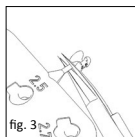

fig. 3
■ **fig. 3** Separatorul selectat pentru măsurare va fi tăiat cu ajutorul unei microfoarfeci (fig. 3) și transportat în urechea medie cu ajutorul unui aspirator sau a unui alt instrument microchirurgical.
■ 图 3 用微型剪刀剪下为测量而选择的测定器并借助一个吸盘或者其他微型外科手术器械将其放入中耳。